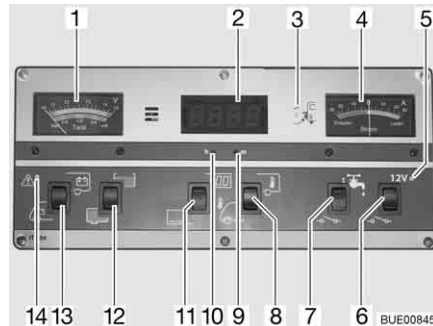

Fig. 107 Panneau de contrôle IT 994
Observer sur l'indicateur de charge/de niveau de réservoir (Fig. 107,1), la graduation supérieure. L'indicateur s'éclaire automatiquement dès qu'un commutateur est actionné.
- Commutateur à bascule (Fig. 107,13) vers le bas : La tension de la batterie de démarrage est affichée.
- Commutateur à bascule (Fig. 107,13) vers le haut : La tension de la batterie de cellule est affichée.
Observer sur l'indicateur de charge/de niveau de réservoir (Fig. 107,1) la graduation inférieure. L'indicateur s'éclaire automatiquement dès qu'un commutateur est actionné.
- Commutateur à bascule (Fig. 107,12) vers le haut : Le niveau du réservoir d'eau est affiché.
- Commutateur à bascule (Fig. 107,12) vers le bas : Le niveau du réservoir d'eaux usées est affiché.
Le voyant d'alerte rouge ALARME (Fig. 107,14) clignote dès que la charge de la batterie de cellule descend en dessous de 11 V (mesurée en marche) et qu'il y a risque de décharge profonde des batteries.
- Commutateur à bascule (Fig. 107,11) vers le haut : L'affichage de l'horloge numérique est activé. L'affichage de température est en ordre de marche.
- Commutateur à bascule (Fig. 107,11) vers le bas : L'affichage de l'horloge numérique et l'affichage de température sont désactivés.
- Appuyer avec un objet fin, p. ex. l'extrémité d'un stylo à bille, sur l'orifice pour l'affichage des heures (Fig. 107,10) jusqu'à ce que l'indication des heures souhaitée s'affiche.
- Appuyer avec un objet fin, p. ex. l'extrémité d'un stylo à bille, sur l'orifice pour l'affichage des minutes (Fig. 107,9) jusqu'à ce que l'indication des minutes souhaitée s'affiche.
- Commutateur à bascule (Fig. 107,8) vers le haut : La température intérieure s'affiche.
- Commutateur à bascule (Fig. 107,8) vers le bas : La température extérieure s'affiche.
Cet indicateur (Fig. 107,4) permet de visualiser en permanence le flux de courant actuel de la batterie. L'indicateur s'éclaire automatiquement dès qu'un commutateur est actionné.
L'interrupteur principal 12 V (Fig. 107,6) établit ou coupe le panneau de contrôle et l'alimentation 12 V de la cellule.
*Mise en marche :* ■ Commutateur à bascule (Fig. 107,6) vers le haut : L'alimentation 12 V de la cellule est assurée. Le voyant de contrôle (Fig. 107,5) s'allume en vert.
*Mise hors service :* ■ Commutateur à bascule (Fig. 107,6) vers le bas : L'alimentation 12 V de la cellule est coupée. Le voyant de contrôle (Fig. 107,5) s'éteint.
Le voyant de contrôle 12 V (Fig. 107,5) s'allume dès que l'interrupteur principal 12 V (Fig. 107,6) est enclenché.
Le voyant de contrôle jaune 230 V (Fig. 107,3) s'allume si l'arrivée du bloc électrique est sous tension de réseau.
*Mise en marche :* ■ Commutateur à bascule (Fig. 107,7) vers le haut : L'alimentation en eau est activée.
*Mise hors service :* ■ Commutateur à bascule (Fig. 107,7) vers le bas : L'alimentation en eau est désactivée.